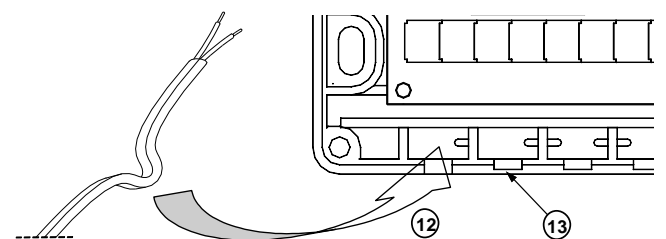

Fig. 3: Kabelgennemføring
På kabelgennemføringerne som skal anvendes på enheden skal man fjerne den lille plasttunge (13) i fig. 3, på samme måde som gjort ved strømkablet.
Alle kabler som tilsluttes til enheden skal bøjes som vist i fig. 3 for siden at placere kablet korrekt i kabeludgangen